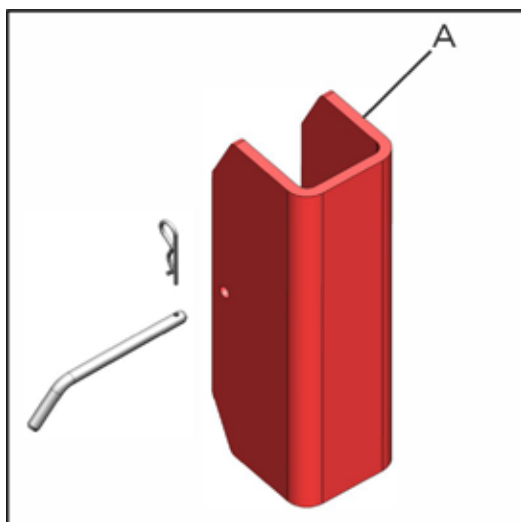

fig. 21
Ao transportar a semeadora, coloque os dispositivos de segurança (A) (fig.21) para evitar a sobrecarga nos cilindros hidráulicos.
Não acione os cilindros com os dispositivos de segurança (A) (fig. 21) travados.